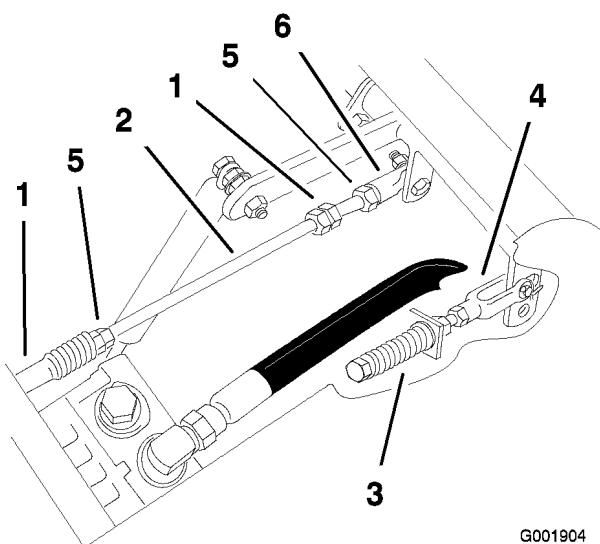

Figura 76
1. Afloje las contratueras de la articulación esférica de la varilla de control de la bomba (Figura 76).
3. Ajuste la longitud de la varilla de la bomba girando las tuercas dobles de la varilla, en el sentido apropiado, hasta que la rueda quede estacionaria o se mueva muy lentamente en marcha atrás (Figura 76).
6. Apriete las contratuercas de las articulaciones esféricas (Figura 76).